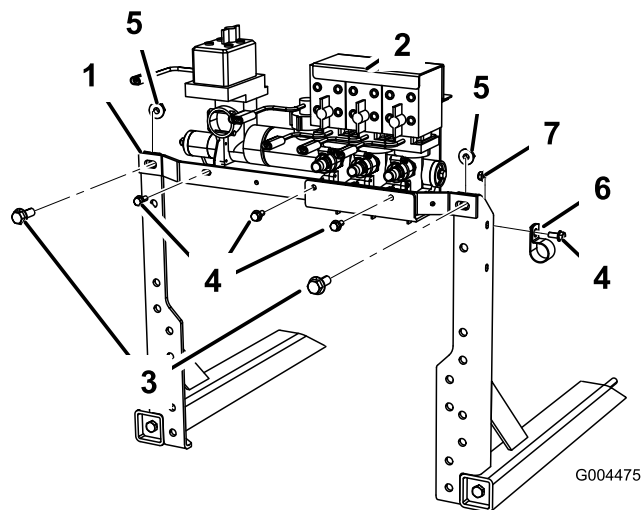

Bild 9
1. Befestigen Sie die neue Querstrebe mit den vorher entfernten Befestigungen an den Ventilstreben (Bild 9).
2. Befestigen Sie das Ventil mit drei Schrauben (8 mm x 19 mm)(5/16" x 3/4") an der Strebe, siehe Bild 9.
3. Befestigen Sie die Schlauchklemme an der rechten Auslegerstrebe (Bild 9).
1. Ermitteln Sie den Zufuhrschlauch des mittleren Auslegers, der von der Front der Maschine kommt, und verlegen Sie den Schlauch durch die R-Klemme, die an der rechten Auslegerstrebe (Bild 9) befestigt ist, und in das Loch mit der Dichtung im Rahmen des mittleren Auslegers.